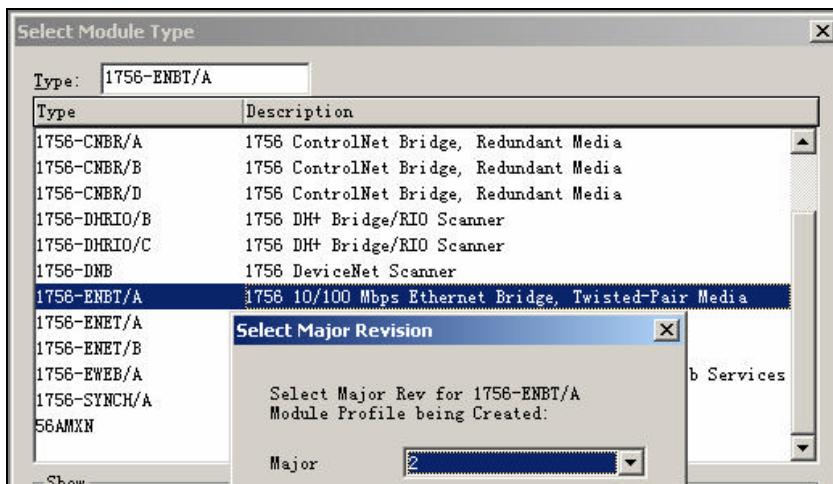

图 3-21 选择模块类型
13. 在选择模块类型对话框中，单击选定 1756-ENBT 模块。弹出该模块选择主要版本号对话框，如图 3-21 所示。